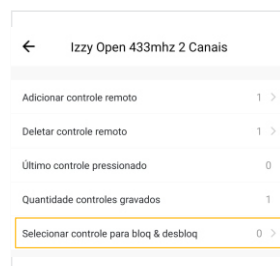

Figura 23
1. Para bloquear/desbloquear un control de 433MHz, en la pantalla **'Gestión de controles'** del canal correspondiente, seleccione la opción **'Seleccionar control para bloqueo y desbloqueo'** (figura 23).